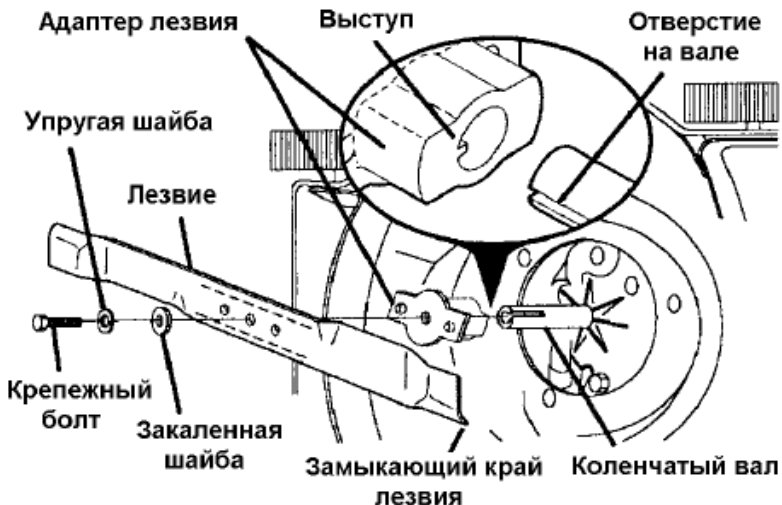

Рис. 2 Схема установки ножа газонокосилки.
**ПРИМЕЧАНИЕ:** Сняв адаптер лезвия, убедитесь, что выступы на адаптере не повреждены. В случае их повреждения, замените адаптер лезвия. Для установки обратно, поместите лезвие на адаптер, при этом выступы на адаптере должны войти в отверстия на лезвие (смотрите рисунок 2).